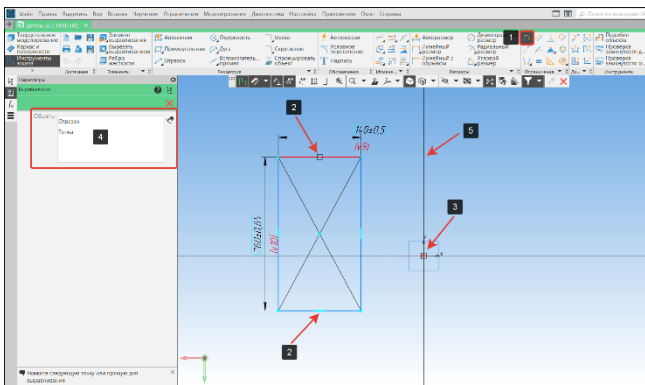

Рисунок 46 – Выравнивание по вертикали
- В панели Ограничения выберем команду Выравнивание (1) (Рисунок 46);
- Укажем точки (2) расположенные по середине горизонтальных отрезков и нулевую точку СК (3). Для удобства редактирования, выделенные объекты отображаются в окне объекты (4) (Рисунок 46);
- Укажем вертикальную прямую (5), вдоль которой будут выставлены точки отрезков (2) и СК (3) (Рисунок 46);